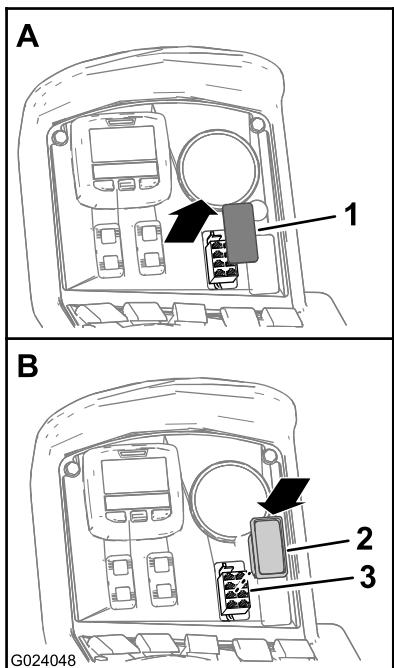

図 14
1. スプレーヤのコンソール上で、すすぎタンク用スイッチのプラグ(打ち抜き部)を探し出す(図 14)。
3. ボックス型コネクタにスイッチを取り付ける(図 14)。
4. スイッチをダッシュボードに押し込むようにして取り付ける(図 14)。